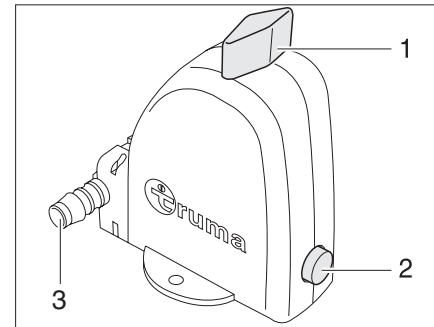

Bild 84 Sicherheits-/Ablassventil des Boilers - Stellung Betrieb
Der Boiler ist mit einem Sicherheits-/Ablassventil (Bild 84) ausgestattet. Das Sicherheits-/Ablassventil verhindert, dass das Wasser im Boiler einfriert, wenn bei Frost die Heizung nicht eingeschaltet ist.
Der Entleerungsstutzen (Bild 84,3) des Sicherheits-/Ablassventils muss immer frei von Verschmutzungen (z. B. Laub, Eis) sein.
▶ Drehknopf (Bild 84,1) 90° längs zum Sicherheits-/Ablassventil drehen.
Der Druckknopf (Bild 84,2) springt heraus.
Der Boiler wird über den Entleerungsstutzen (Bild 84,3) des Sicherheits-/Ablassventils nach außen entleert.
- ▶ Drehknopf (Bild 84,1) 90° quer zum Sicherheits-/Ablassventil drehen.
- ▶ Druckknopf (Bild 84,2) eindrücken.